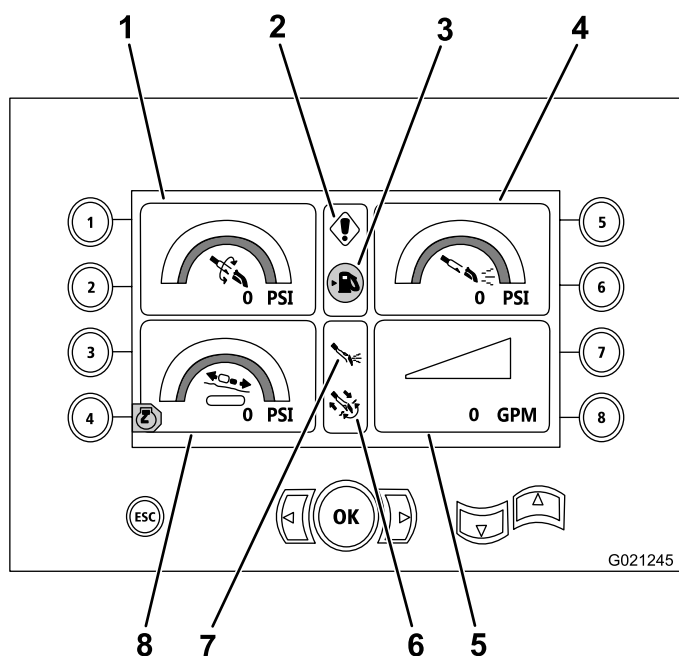

Figura 16
Esta pantalla proporciona medidas de presión rotativa en psi, presión del fluido de perforación en psi, presión del carro en psi, y caudal de fluido de perforación en gpm (Figura 16).
- Advertencia de código de error de perforación y/o motor (Figura 16).
- Indicador de bajo nivel de combustible (Figura 16)
- Fluido de perforación en la posición de Activado (Figura 16)
- Perforación automática en la posición de Activado (Figura 16)